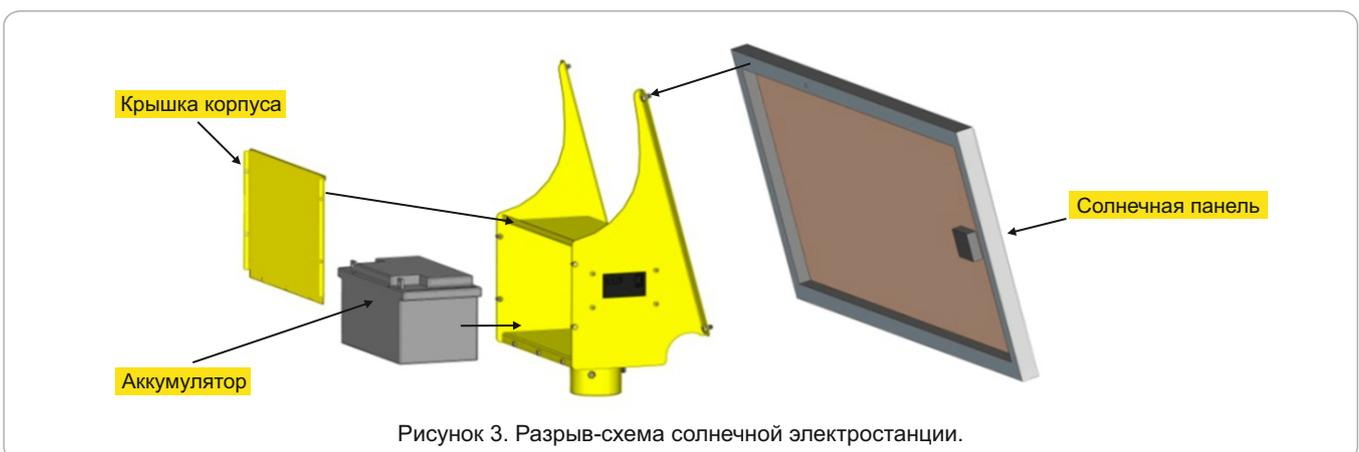

Рисунок 3. Разрыв-схема солнечной электростанции.
**Для сборки солнечной электростанции необходимо (схема-рисунок 3.):**